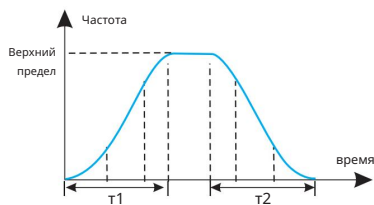

Рис. 6-5 S-кривая разгона/торможения
1: S-образная кривая Acc/Dec. Выходная частота увеличивается или уменьшается по кривой S, показанной на рис. 6-5.
Время начального этапа кривой S показано на рис. 6-5(3). Наклон кривой увеличивается от 0.
Время этапа подъема кривой S показано на рис. 6-5(2). Наклон кривой остается постоянным.
Время конечного этапа кривой S показано на рис. 6-5 (1). Наклон кривой уменьшается до 0.